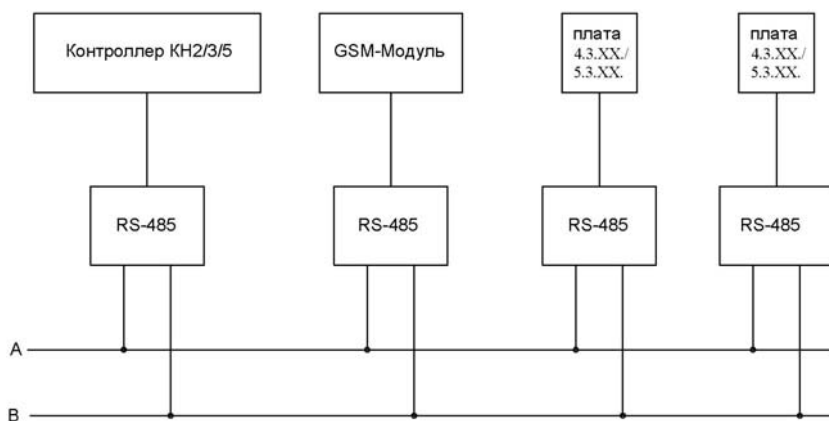
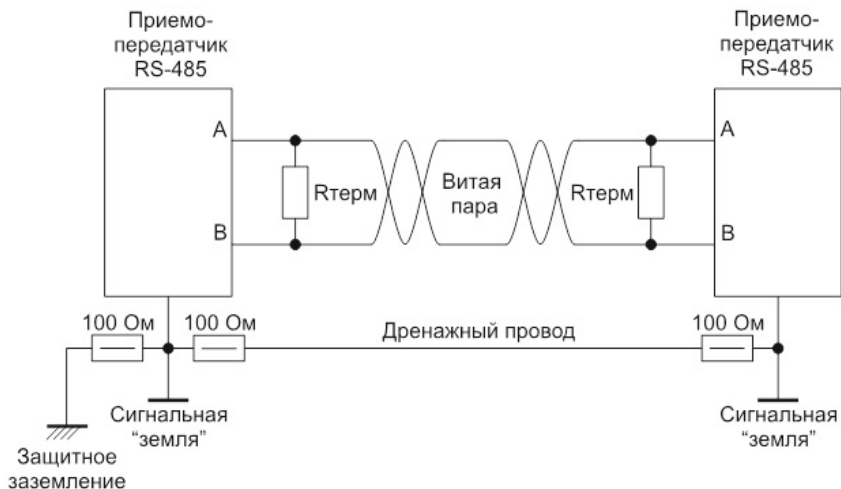

Рис. 8
Рис. 9
друг от друга, адаптеры достаточно соединить двухпроводной линией (А и В) согласно схеме, Рис. 8. Выходы устройств соединяются согласно маркировке: «А» подключаются к одному проводу, а инверсные «В», ко второму проводу. Подключить между собой соответственно А+ с А+ и В- с В-.
- 13.4. Если адаптеры размещены более чем на 15 м друг от друга, или поблизости есть мощные излучатели электромагнитных волн (Мощные пускатели, силовые провода) необходимо использовать схему Рис. 9 с тремя проводами А, В и проводом выравнивания потенциалов, и соблюдать следующие рекомендации:
3. Соединить адаптеры согласно схеме, Рис. 8 либо Рис. 9